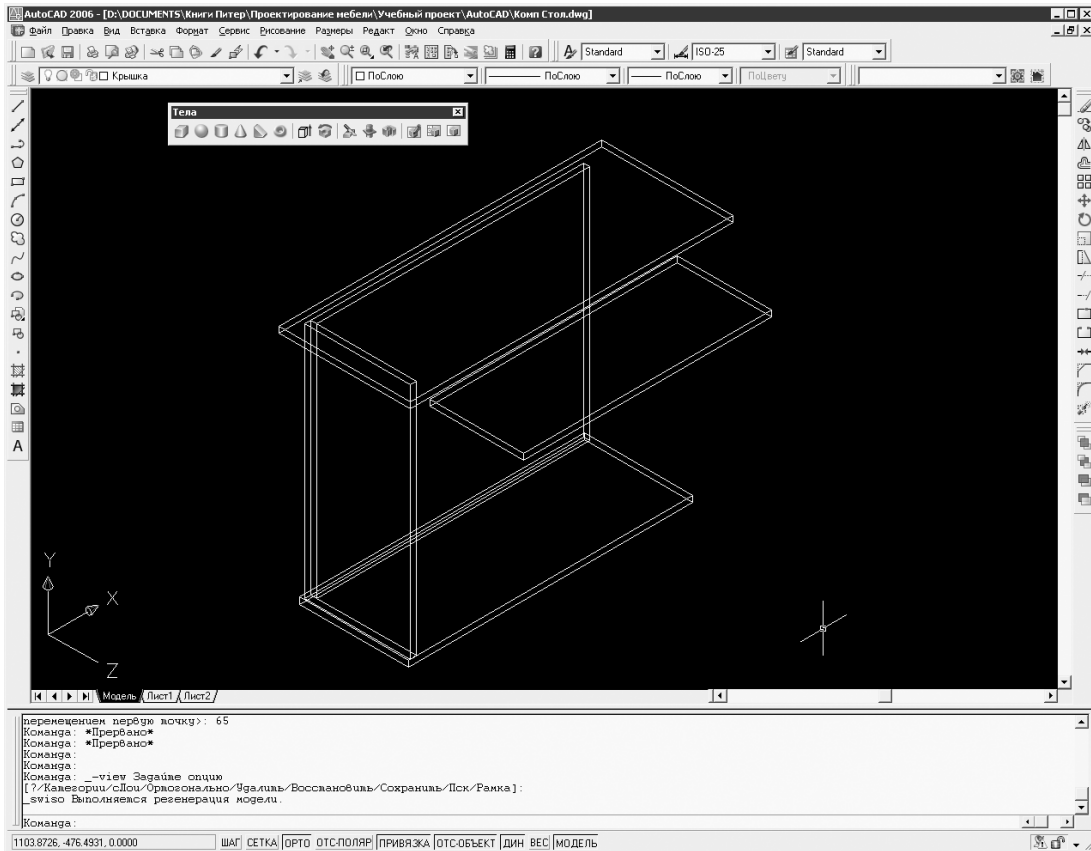

Рис. 5.3
7. Построить остальные панели и полку, каждую на соответствующем слое. Важно точно ввести размеры, а ошибки при задании начальных точек не критичны. Если панель окажется в ненадлежащем месте, то можно просто переместить ее в правильное положение. Следует переключиться в изометрическое представление, выполнив команду Вид ► 3М Виды ► ЮЗ изометрия, и просмотреть модель (рис. 5.3).